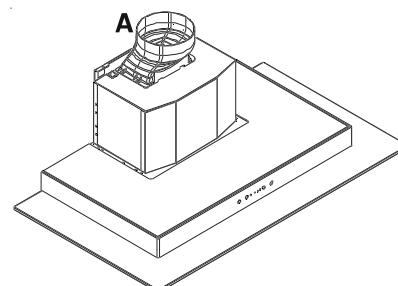

Рис. 1
- В режиме воздухоотвода воздух отводится в атмосферу по трубе, которую необходимо соединить с вытяжным патрубком А, **рис. 1**.